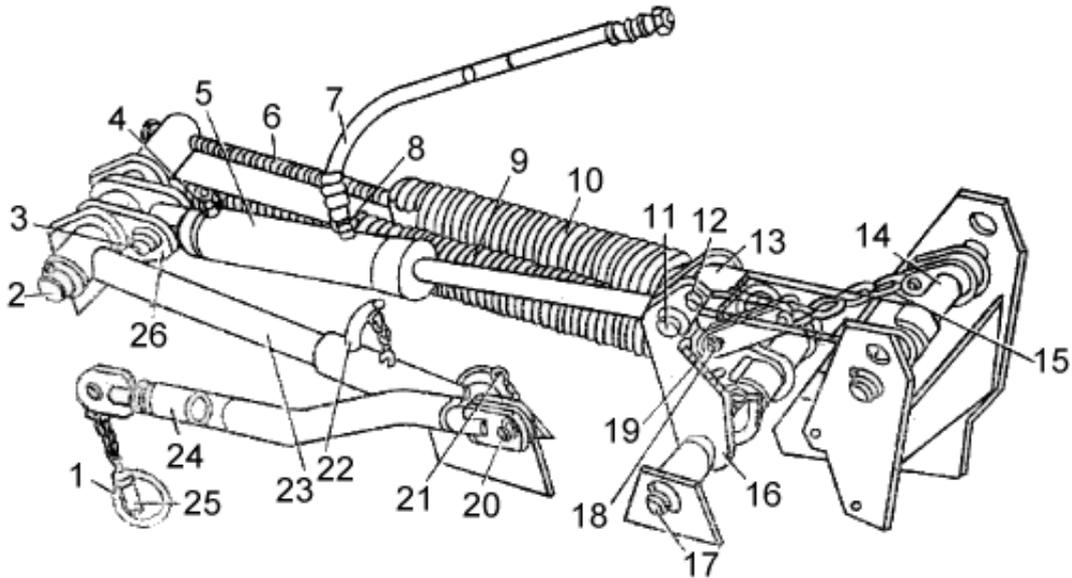

Рис.7. Механизм уравновешивания и гидрооборудование
Гидрооборудование (см. рис. 7) предназначено для обеспечения привода механизма уравнивания и состоит из гидроцилиндра 5, замедлительного клапана 8, сапуна 4, рукава высокого давления 7 и устройства, предотвращающего вытекания масла из гидросистемы при ее отсоединении от трактора.
8. Установите в отверстия верхнего кронштейна подвески ось 2 (см. рис. 7), при этом между стойками кронштейна наденьте на ось 2 ушки 26 для присоединения гидроцилиндра и распорные втулки. На выступающий конец оси 2 наденьте втулку верхней трубы телескопического стопорного устройства 23, подложите шайбу и зашплинтуйте. Втулку нижней трубы телескопического стопорного устройства 23 закрепите к кронштейну подрамника осью 21, подложите шайбу и зашплинтуйте. Установите подвеску вертикально и вставьте в отверстие нижней трубы телескопического устройства штырь.
10. Установите в отверстия проушин в передней части подрамника ступенчатую ось 17 (см. рис. 7), при этом на ось 17 между проушинами оденьте распорную втулку, рычаг 16, распорное кольцо и рычажный сектор 19, подложите шайбу и зашплинтуйте ось. На утолщенный конец оси оденьте зацеп пружин 10 и зафиксируйте его шайбой и шплинтом. В отверстие рычажного сектора 19 вставьте зацеп пружины 9. Вставьте в отверстия в оси 2 натяжные болты 6 и вверните их в резьбовые отверстия пробок пружин 9 и 10, создав на пружинах предварительное натяжение. Присоедините корпус цилиндра 5 к ушкам 26, а шток - к рычагу 16 посредством осей 3, 11, оденьте шайбы, зашплинтуйте оси. К выводу гидроцилиндра "подъем" присоедините замедлительный клапан 8 и шланг 7. В отверстие вывода "отпускание" вверните сапун 4. Замедлительный клапан 8 вверните таким образом, чтобы коническое отверстие в корпусе клапана было обращено к шлангу 7. Посредством оси 12 присоедините к рычагу 16 тягу свободного хода 13, на ось оденьте шайбы и зашплинтуйте ее. К свободному отверстию рычажного сектора присоедините посредством оси щечки цепной тяги 15 и тягу свободного хода 13 оденьте на ось 14, установленную в отверстиях кронштейна редуктора. Установите шайбы и зашплинтуйте ось 14. К ушку кронштейна подрамника присоедините посредством оси 20 транспортную тягу 24. Свободный конец тяги 24 закрепите цепью к подвеске.